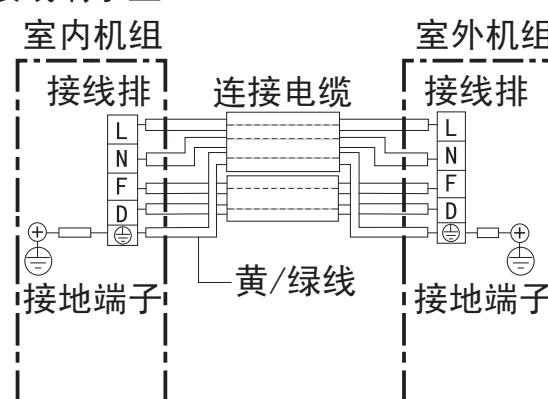

图13室内外电气连接图
(1) 用附件⑧及⑩连接电缆按接线图示要求正确地连接室内外机组，绝对不可连接错误（如图13）
(2) 连接电缆必须用室内外机组上的电线压板压紧。
- 接地线必须根据图13所示用连接电缆中黄/绿色导线接至带有“ \oplus ”标记的接线端子上。